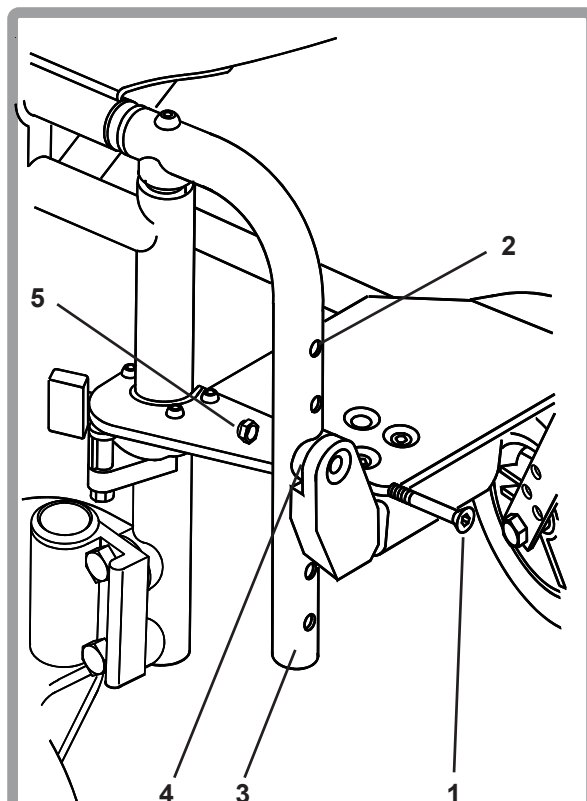

Fig. 25
Voor het afstellen van de hoogte van de voetplaat (Fig. 25), schroeft u de bevestigingsschroef (1), moer (5), en zadelborgring (4), met behulp van een 4mm inbussleutel los en verwijdt u deze. Plaats de voetplaat op de gewenste hoogte, met het gat van het scharnierpunt op één lijn met het gewenste gat (2) in de voetplaat buis (3). Plaats de bevestigingsschroef (1), de zadelborgring (4) en de moer (5) terug en draai de schroef, met behulp van een 4mm inbussleutel en een 10mm ring sleutel vast, op een aanhaalmoment van 7-12Nm.